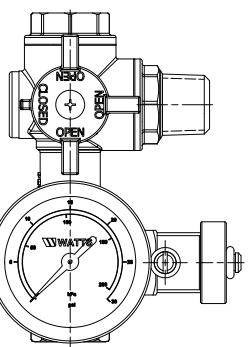

Fig. 3
En service normal du système de chauffage, le robinet du RBFF doit être verrouillé en position « tous les orifices ouverts » (cf. Figure 3), exception faite de l'orifice de vidange qui doit être fermé (fente de tournevis perpendiculaire à cet orifice) et bouché par la mise en place de son couvercle. Pour régler le robinet, l'enfoncer d'abord pour le libérer de la patte de verrouillage ; le tourner ensuite dans un sens ou dans l'autre, puis le relâcher : il remontera et se verrouillera dans l'une des quatre positions (Figures 3 à 6). (La pièce courte indique l'orifice fermé ; les longues ailettes indiquent les orifices ouverts).
- Enfoncer le robinet du RBFF et le tourner à 90° dans le sens horaire ; relâcher et verrouiller en position « tous les orifices ouverts » (cf. Figure 3) pour remettre le système en service.
- Enfoncer le robinet du RBFF et le tourner à 180° ; relâcher et verrouiller en position « tous les orifices ouverts » (cf. Figure 3) pour remettre le système en service.